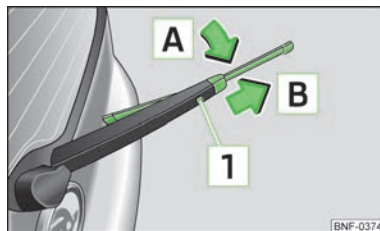

Bild 32
- Höj upp vindrutetorkarmen från bakrutan och bänd vindrutetorkarbladet något i riktning mot torkarmen, pil **A** » bild 32.